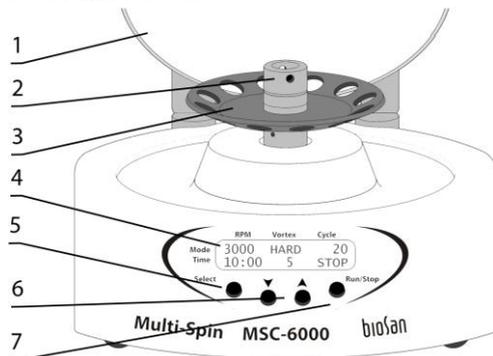

Рисунок 3. MSC-3000 и MSC-6000
4.4.2 **MSC-3000** и **MSC-6000**. Чтобы сменить ротор (рис. 3/3), откройте крышку прибора.
Вставьте штифт для съёма ротора в отверстие в головке ротора (рис. 3/2). Удерживая ротор одной рукой, поверните головку ротора против часовой стрелки, используя стержень как рычаг. Смените ротор и зафиксируйте его. Закройте крышку и отключите блок питания от сети.
5.4.1 Подключите блок питания к сетевой розетке с заземлением. Загорится дисплей (рис. 3/4) и разблокируется крышка (модель **MSC-6000**).
5.4.3 **Установка параметров.** Нажмите кнопку **Select** (рис. 3/5) для выбора изменяемого параметра. Каждое нажатие кнопки **Select** последовательно по кругу активирует параметры. Активный параметр мигает. Используйте кнопки **▲** и **▼** (рис. 3/6) для установки необходимого значения. Если нажать и удерживать кнопку дольше 2 с, значения меняются быстрее.
5.4.4 Нажмите кнопку **Run/Stop** (рис. 3/7) чтобы начать программу. Дисплей покажет индикацию RUN (рис. 7/2) и, для **MSC-6000**, индикацию закрытой крышки (/, рис. 7/1).